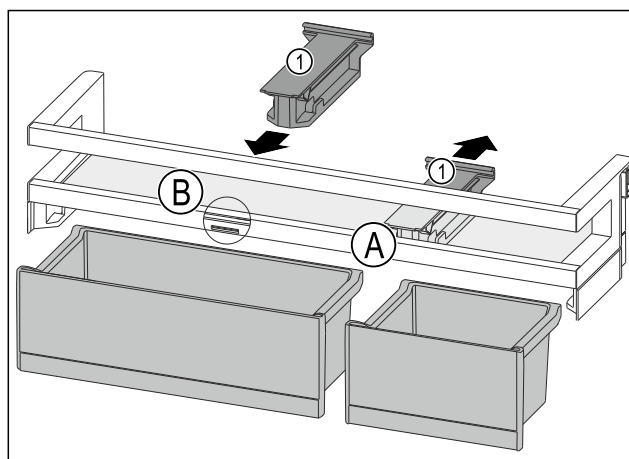

Fig. 82
- ▶ Húzza hátra a tartóelemet Fig. 82 (1) pozícióba Fig. 82 (A).
- ▶ Helyezze be a tartóelemet Fig. 82 (1) pozícióba Fig. 82 (B).